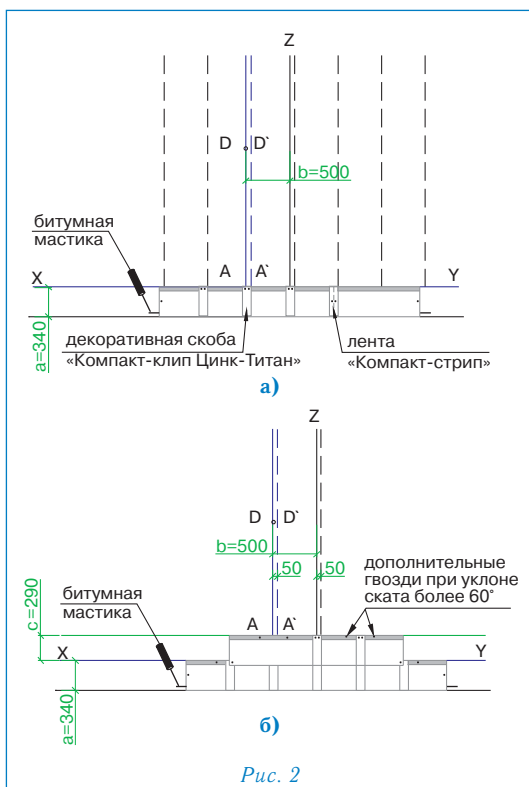

Рис. 2
Укладка материала (рис. 2)
- укладка черепицы начинается от линии AD, при этом ее верхний край выравнивается по линии XY (рис. 2а);
- листы первого ряда укладываются встык и фиксируются двумя гвоздями по центру коротких сторон на расстоянии 2 см от края (рис. 2а);
- правая сторона скобы «Компакт-клип Цинк-Титан» выравнивается по линии A'D' и фиксируется двумя гвоздями через специальные отверстия (рис. 2а);
- листы второго ряда черепицы укладываются от линии AD, их нижний край выравнивается по линии, параллельной XY; каждый лист фиксируется двумя гвоздями в 2,5 см от нижней стороны; стыки и середина каждого листа закрываются декоративными скобами «Компакт-клип Цинк-Титан», которые также фиксируются двумя гвоздями (рис. 2б);
Каждый лист ПРЕСТИЖ ВИЗАНТИЯ ЦИНК-ТИТАН закреплен шестью гвоздями, в соответствии с рекомендациями, приведенными выше (рис. 2б).
При укладке материала на скатах с уклоном более 60° каждый лист дополнительно фиксируется двумя гвоздями в верхней части (рис. 2б).